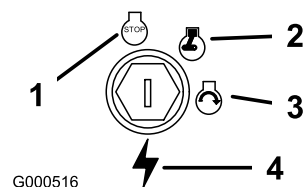

Figura 11
- Girate la chiave di accensione in posizione Off (Figura 11).